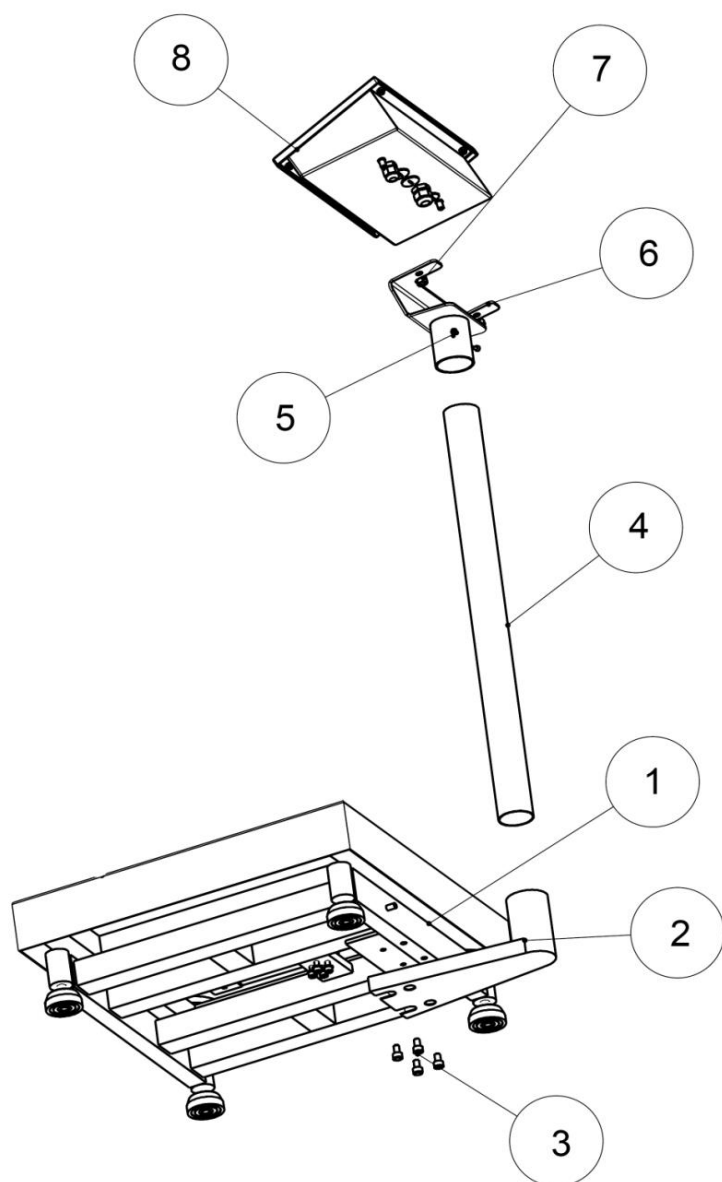

Abb.2
2.2 MONTAGE PBI+PBICL...+PBICLST+DFWLI (FIG.2)